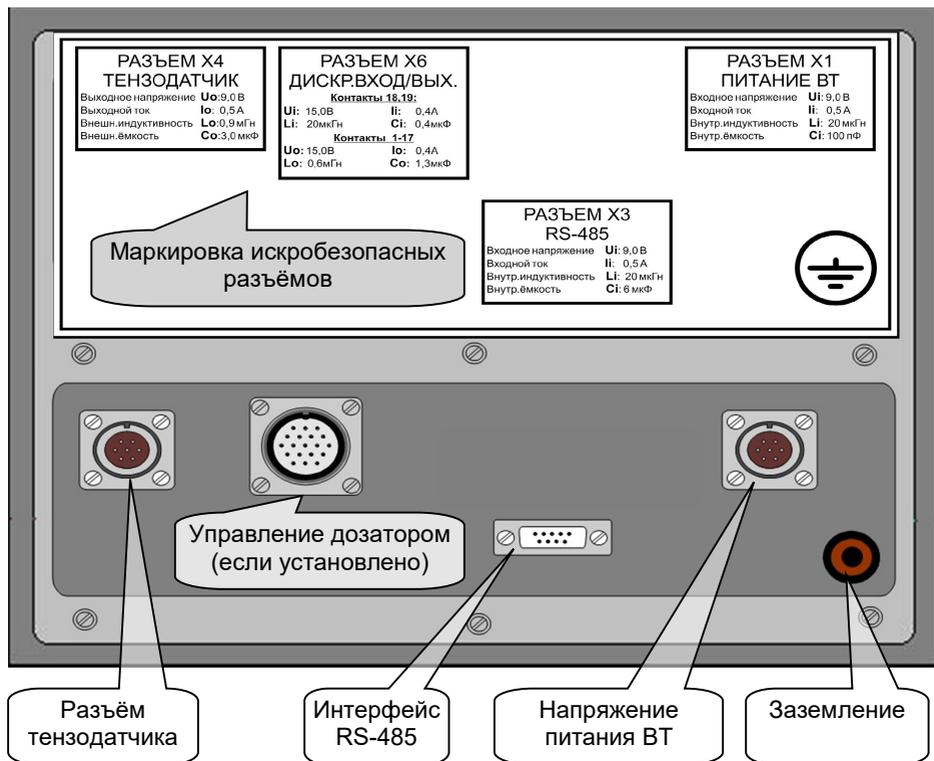

Рис. 8.2. Задняя панель весового терминала ВТ.
На рис. 8.2 изображена задняя панель весового терминала ВТ.
8.2.7. Подключить кабель от грузоприемного устройства весоизмерительной системы к разъему для подключения датчика весоизмерительного ТВИ-024ВТ (см. рис. 8.2, стр. 19).
8.2.10. Если предполагается использование дискретных входов/выходов Преобразователя для управления дозатором, подключите внешние устройства дозатора⁹ к соответствующему разъёму ТВИ-024ВТ (см. рис. 8.2, стр. 19).